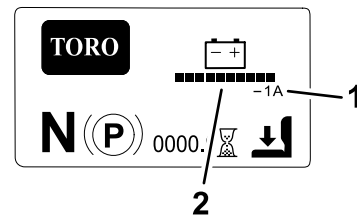

Figura 21
- **Pantalla principal de información (Figura 21):** muestra información actual de la máquina con la llave en la posición de CONECTADO. Esta pantalla muestra el nivel de carga del sistema de baterías y el amperaje.